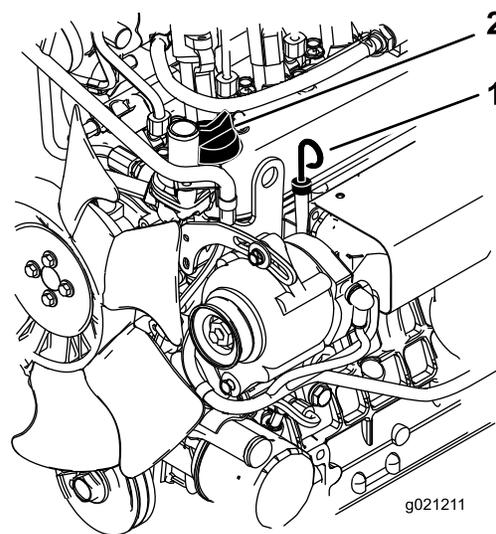

Figura 26
3. Retire la varilla, límpiela, y vuelva a colocarla (Figura 26).
5. Si el nivel de aceite está por debajo de la marca Lleno, retire el tapón de llenado (Figura 26) y añada aceite hasta que el nivel llegue a la marca Lleno de la varilla. **No llene demasiado el cárter.**